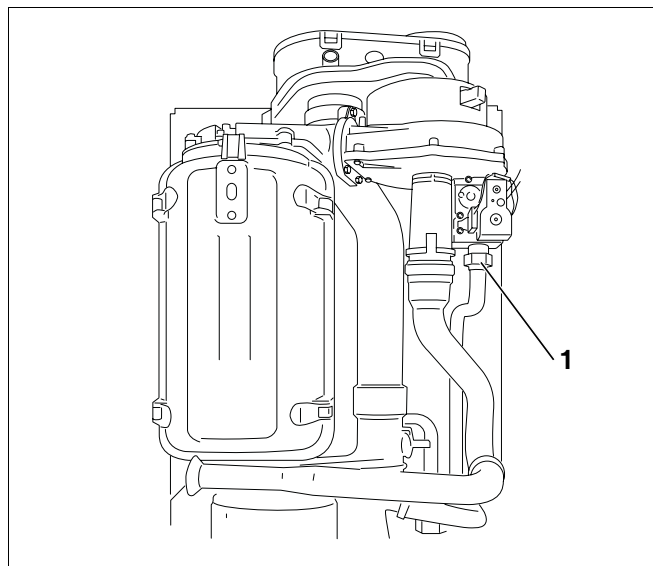

Abb. 46 Verschraubung Gasleitung/Gasarmatur
- Gasleitung von der Gasarmatur lösen (Abb. 46, **Pos. 1**).